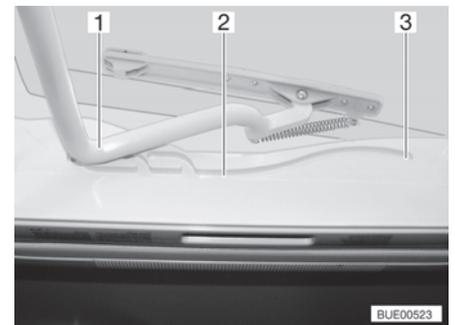

Fig. 44 Guía (claraboya Heki)
- Tirar el estribo (Fig. 44,1) en las guías (Fig. 44,2) hasta la posición trasera final (Fig. 44,3).
- Empujar el estribo (Fig. 44,1) ligeramente hacia arriba con ambas manos.
- Tirar el estribo en las guías (Fig. 44,2) hasta la posición deseada.